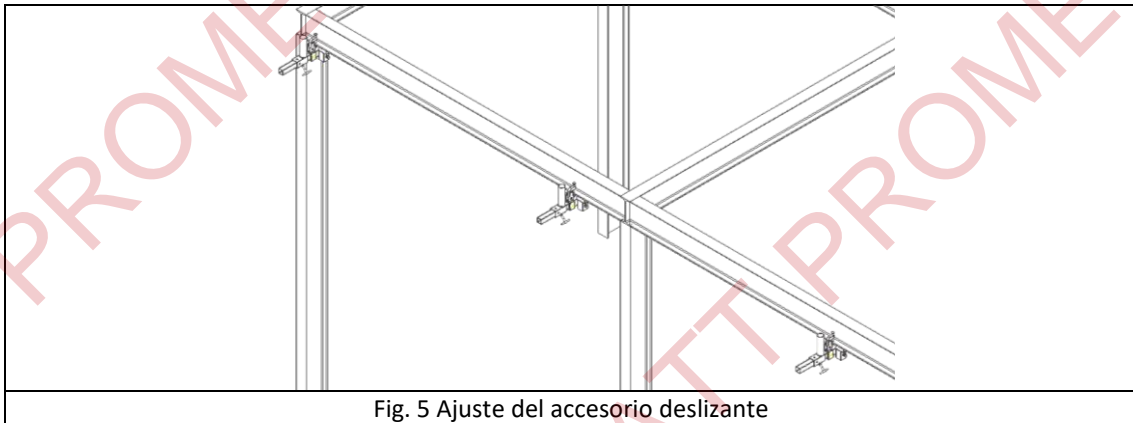
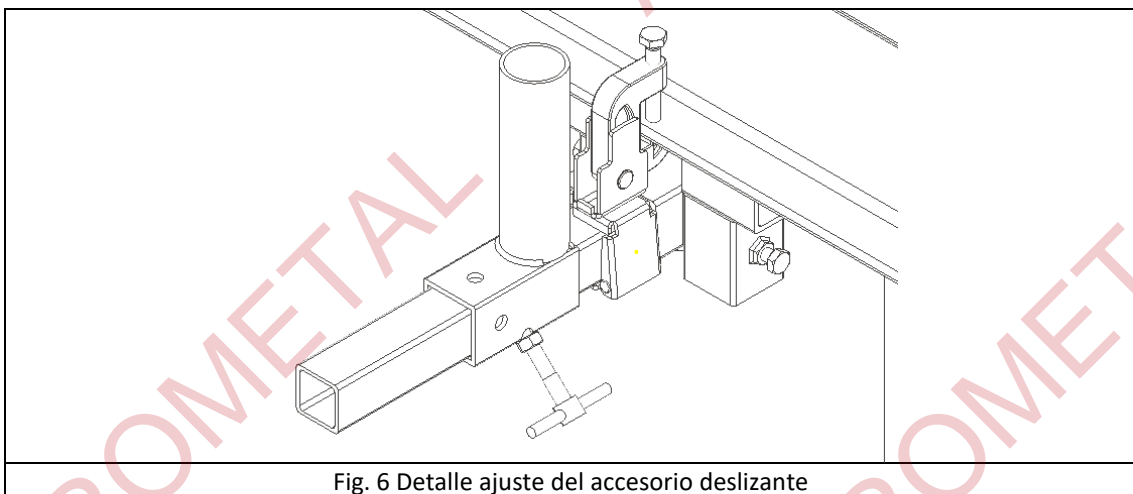

Fig. 5 Ajuste del accesorio deslizante
Fig. 6 Detalle ajuste del accesorio deslizante
3. Una vez estén debidamente instalados en las alas inferiores de la viga metálica, se procederá a ajustar el accesorio deslizante (Fig. 5), posicionándolo a lo largo del tubo de la mordaza, y fijándolo definitivamente a la distancia deseada mediante el apriete del tornillo de cabeza hexagonal o palomilla. (Fig. 6).